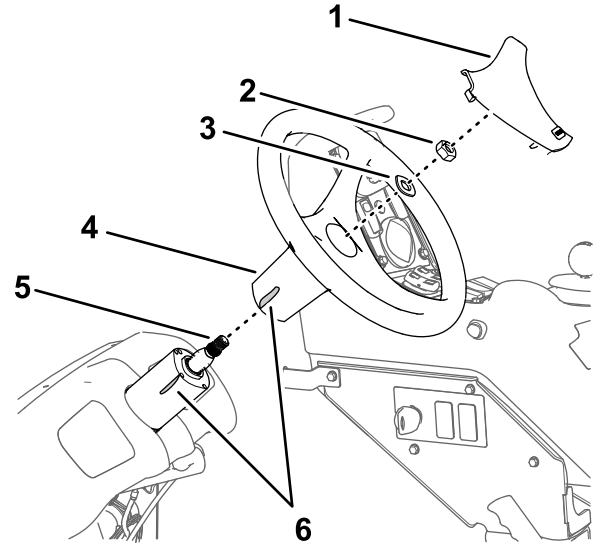

図 159
1. ハンドル軸上のハンドルの位置にテープでマーキングする 図 159。
2. ハンドルのカバーを外す 図 159。
3. ハンドルをステアリングバルブに固定しているナット5/8 インチとワッシャ5/8 インチを外してハンドルを取り外す 図 159。